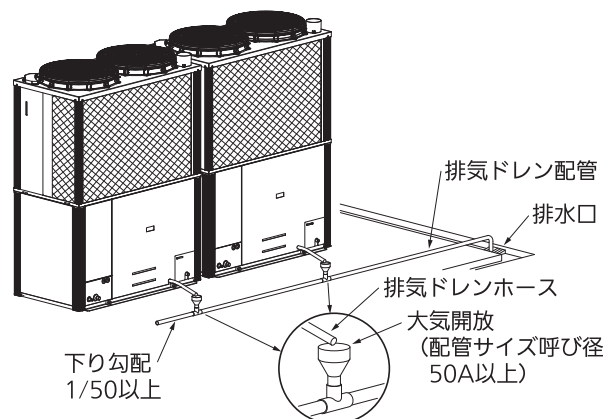

図 13：排気ドレンを排水口に接続する場合
- 室外ユニットを屋上に設置する場合、図 13 のように排気ドレンは排気ドレン配管を延長して、排水口に排出する